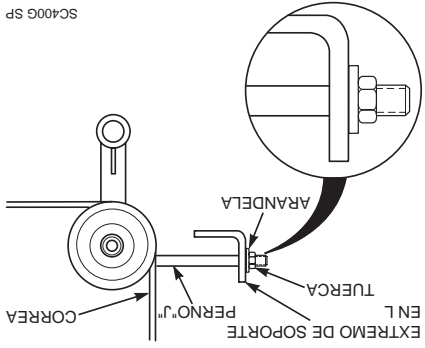

Figura 2. Ajuste de la correa de transmisión de la plataforma
2. Ajuste la correa de transmisión de la plataforma de corte con un calibrador de tensión. Ajuste la correa de modo que la misma se mueva 1/2" con 10 libras de presión. Ajuste la tensión apretando o aflojando la tuerca del perno tipo J. (Vea la Figura 2).